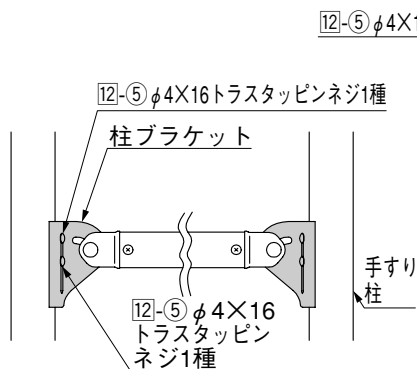

図4-4 水平施工の例
- 水平施工の場合には、柱ブラケットの上下の向きをそろえてください。(図4-4参照)